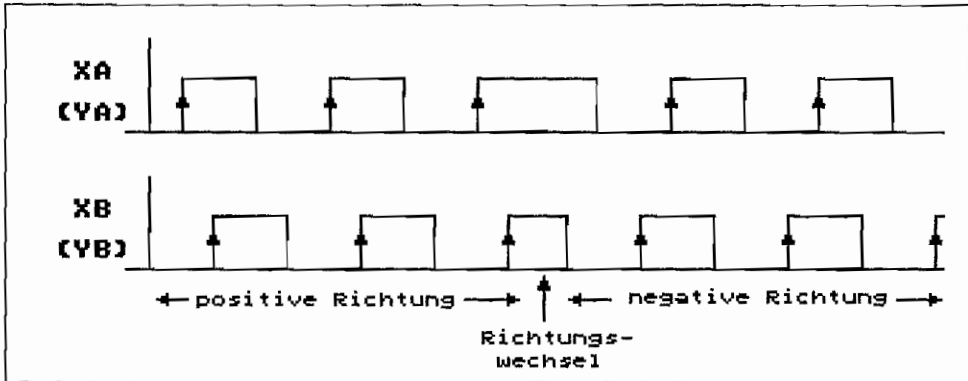

Abb. 7.11: Die Ausgangssignale der Mausbewegungssensoren
In Abbildung 7.11 sind zur Verdeutlichung noch die Ausgangssignale der Komparatoren aufgeführt. Man erkennt deutlich, daß bei positiver Bewegungsrichtung der XA- (YA)-Ausgang eher High wird als der XB- (YB)-Ausgang. Bei negativer Bewegungsrichtung ist es dann genau andersrum. So erkennt der Tastaturprozessor dann die Bewegungsrichtung der Maus.